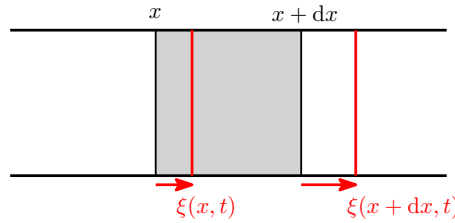

Figure 3 – Approche mésoscopique (Lagrangienne) 1D
- ✕ Soit une méso-tranche comprise entre x et $x + dx$ à l'équilibre. Au passage de l'onde acoustique les limites de la méso-tranche deviennent $x + \xi(x, t)$ et $x + dx + \xi(x + dx, t)$ comme représenté figure 3.
D'après la figure 3, on a :